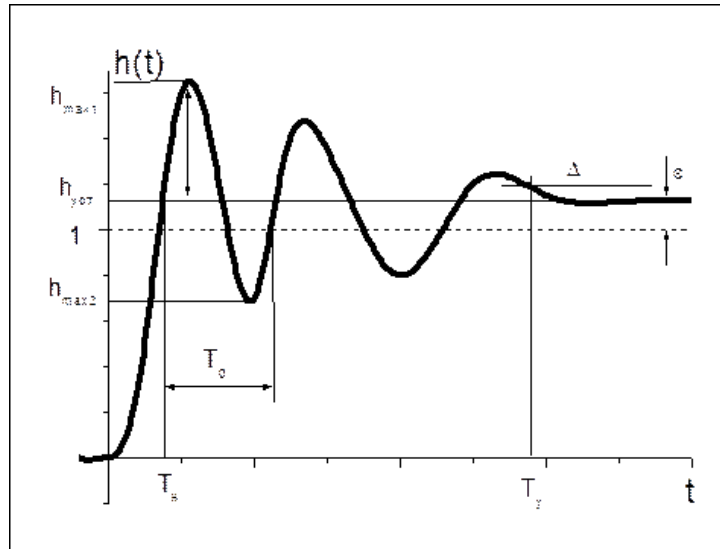

Рисунок 6. Переходная характеристика колебательного звена
15. Строим по осциллограмме переходную характеристику исследуемого «Пропорционального звена» (рис. 6).